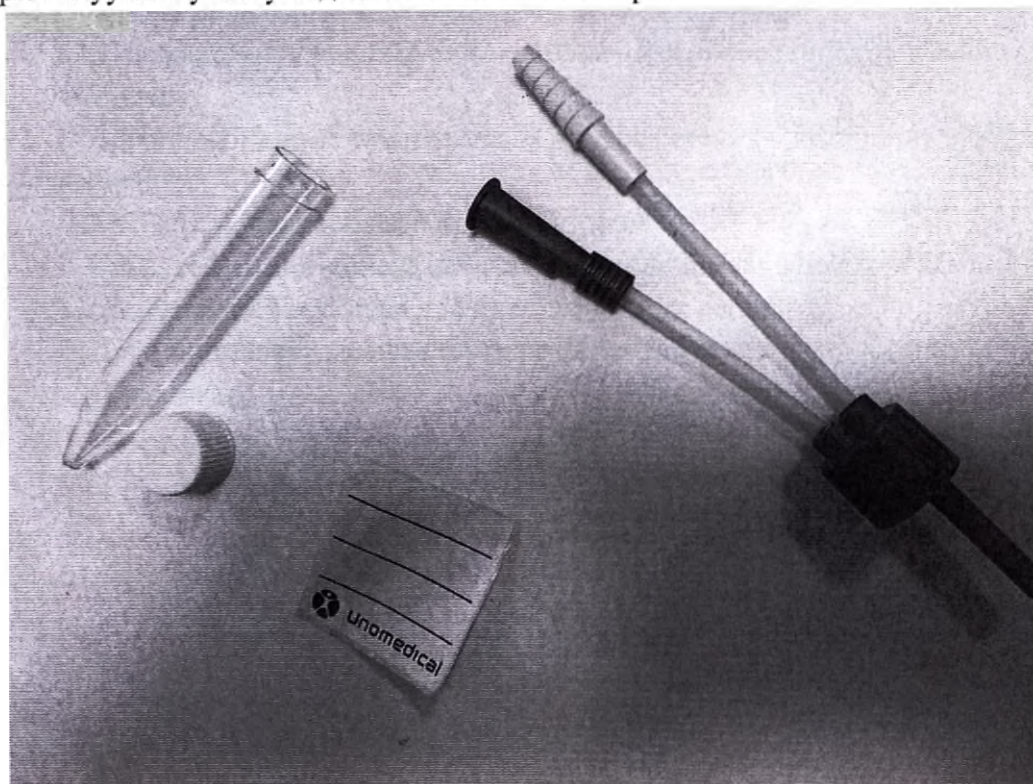

Рисунок 5 – Изделие одноразовое для санации и забора проб биологических жидкостей Трахеа-Сет/Trachea Set для катетеров с воронкообразным коннектором
7.3 Изделие медицинское для санации и забора проб биологических жидкостей Трахеа-Сет/Trachea Set для катетеров с вакуум-контролем/с воронкообразным коннектором (см. рис. 5, 6 и 7, 8 соответственно) просто и легко присоединяется к аспирационной системе. Благодаря наличию стандартных коннекторов, присоединяется к любым аспирационным катетерам и бронхоскопам. Имеет штырьковый коннектор типа «елочка» либо воронкообразный коннектор для присоединения к трубке вакуум-аспиратора. Материал, из которого изготовлено изделие, позволяет немедленно оценить характер и объем отделяемого без разъединения его частей. Трахеа-Сет (Trachea Set) могут быть использованы для простого и быстрого получения проб содержимого дыхательных путей для микробиологического исследования.